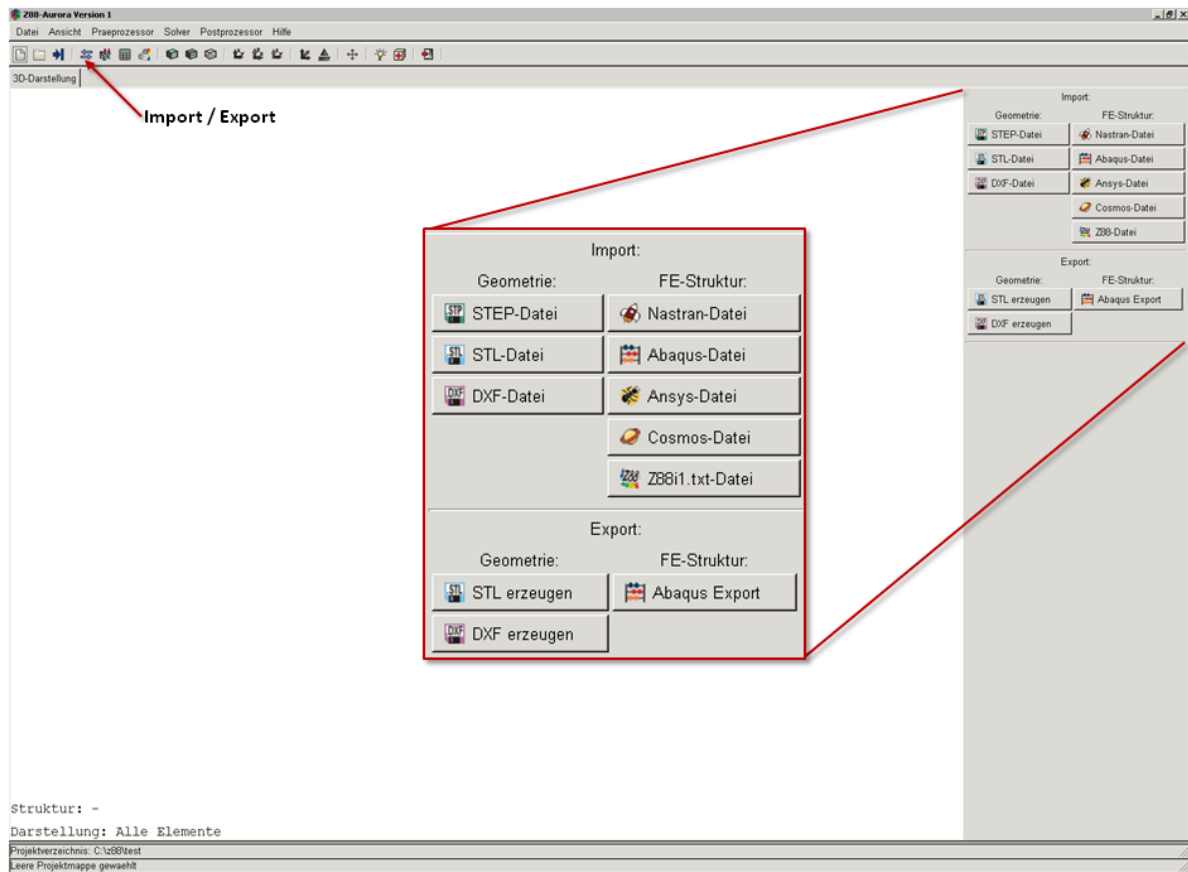

Abbildung 14: Import und Export über die Toolbar
2. Über die Toolbar (Abbildung 14)